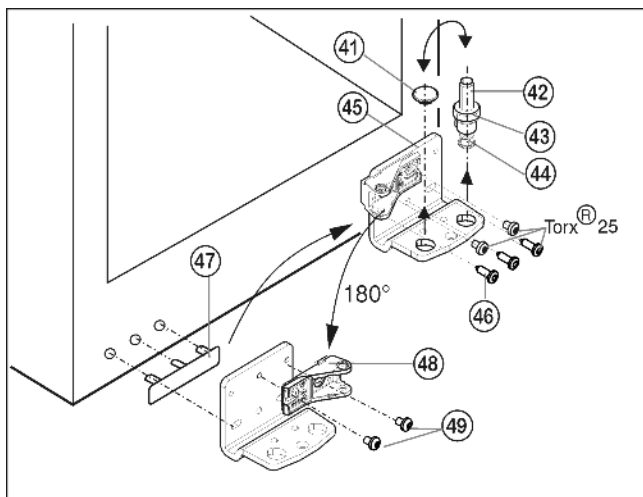

Fig. 12
- ▶ Ložiskový čep Fig. 12 (42) včetně podložky Fig. 12 (43) a seřizovací nožky Fig. 12 (44) vytáhněte nahoru.
- ▶ Zátku Fig. 12 (41) odstraňte.
- ▶ Stojan ložiska Fig. 12 (45) odšroubujte Fig. 12 (46).
- ▶ Ložiskový díl Fig. 12 (48) odšroubujte a zase dotáhněte otočený o 180°.
- ▶ Krytku na straně madla Fig. 12 (47) opatrně vytáhněte a přemístěte na druhou stranu.
- ▶ Stojan ložiska Fig. 12 (45) na nové straně závěsu zase přišroubujte příp. pomocí akumulátorového šroubováku (momentem 4 Nm).
- ▶ Zátku Fig. 12 (41) zase vložte do druhé díry.
- ▶ Ložiskový čep Fig. 12 (42) včetně podložky a seřizovací nožky zase nasadte. Přitom dávejte pozor, aby zajišťovací vačka směřovala dozadu.